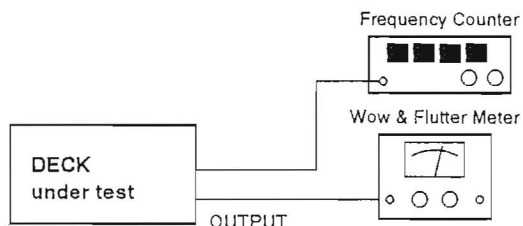

Fig. 2-8
1. As shown in Fig. 2-8, connect the frequency counter.
1. 図2-8のように、周波数カウンタを接続する。
- As shown in Fig. 2-8, connect the wow & flutter meter to the deck.
- 図2-8のように、ワウ・フラッタ・メータをデッキに接続する。